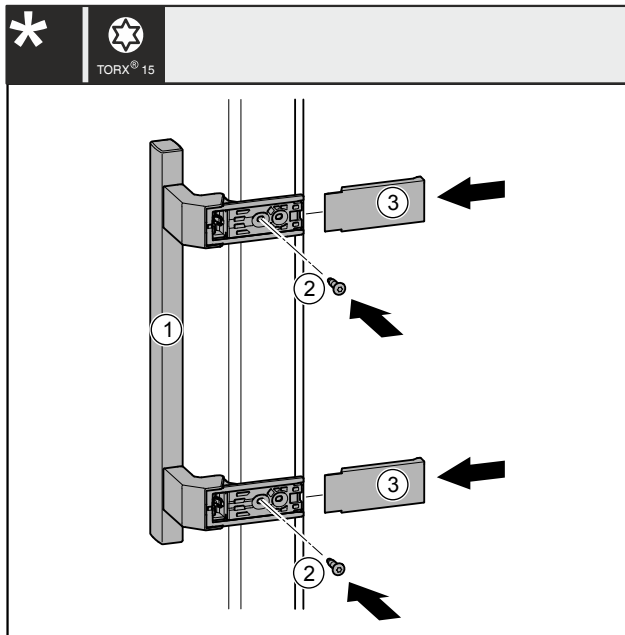

Fig. 29
- Applicare la maniglia Fig. 29 (1) sul lato opposto.
- Stringere le viti Fig. 29 (2) con un cacciavite.
- Applicare le coperture Fig. 29 (3) lateralmente e spingerle in sede, in modo che si innestino.